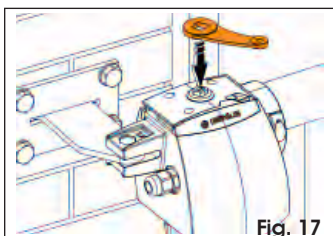

Fig. 17
2. Steek de sleutel voor het manoeuvreren in de speciale holte aan de bovenkant van de aandrijving (Fig. 17).